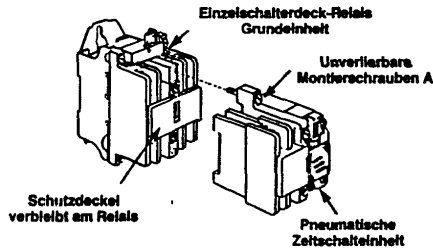

Abb. 1
- 1.2 Apriete los tornillos de montaje A firmemente. Fig. 1.
- 1.2 Apertar bem os parafusos de montagem A. Fig. 1.
1.2 Die Montierschrauben A fest anziehen. Abb. 1.